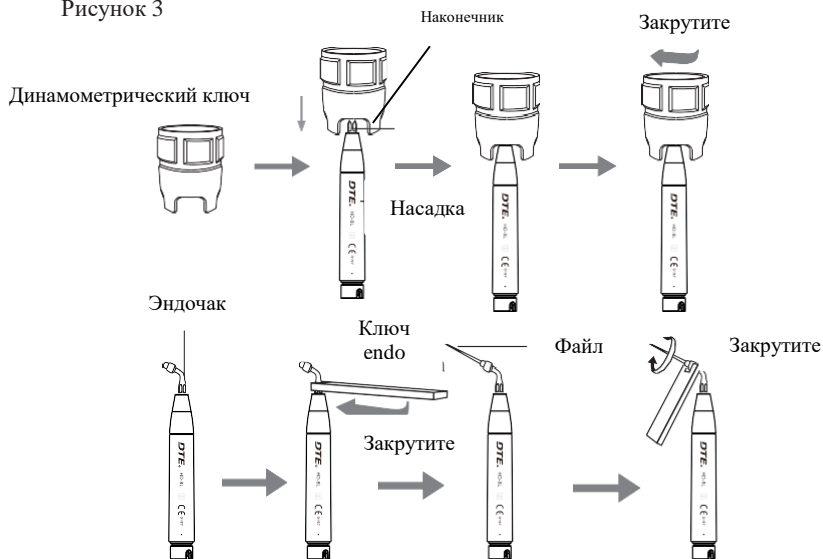

Рисунок 4
2.1.5 Выберите нужную вам насадку и туго закрутите ее на наконечнике с помощью динамометрического ключа (Рисунок 4)
Наконечник открутился из-за вибрации	Вверните насадку в наконечник до конца (Рисунок 4).